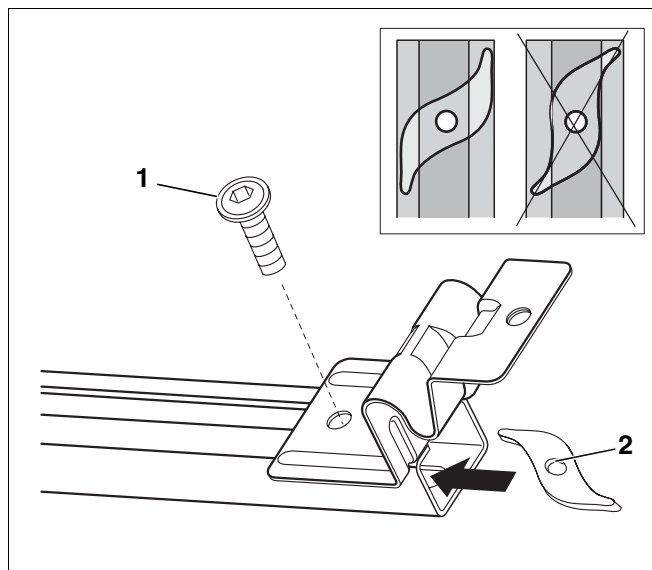

Fig. 15 Atornillar el soporte del colector a ras del perfil guía
- ▶ Monte los soportes del colector (fig. 15) de tal forma que los cantos del soporte estén nivelados con el extremo del perfil guía. El perfil no debe sobresalir en ningún caso.
- ▶ Atornille los soportes del colector con las placas roscadas previamente montadas (rosca dura con autobloqueo; fig. 15, **pos. 2**) y con los tornillo avellanado (fig. 15, **pos. 1**).